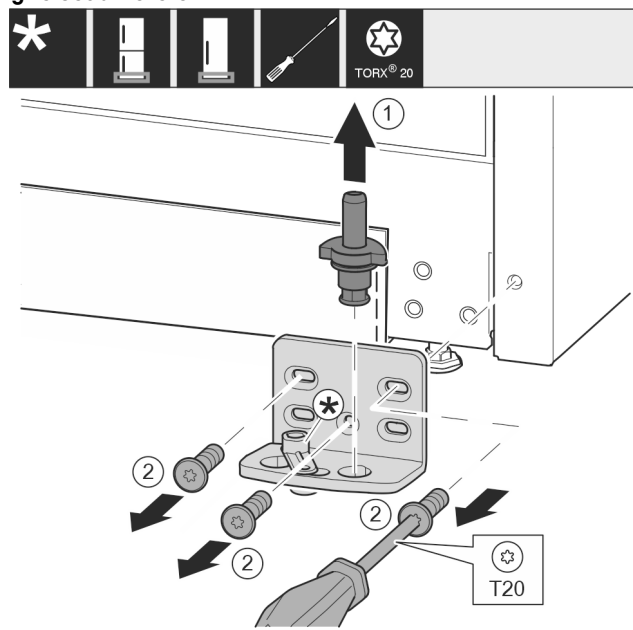

Fig. 15
- ▶ Tõmmake laagripolt täielikult ülespoole välja. Fig. 15 (1)
- ▶ Keerake kruvid kruvikeerajaga T20 välja ja võtke laagripukk maha. Fig. 15 (2)